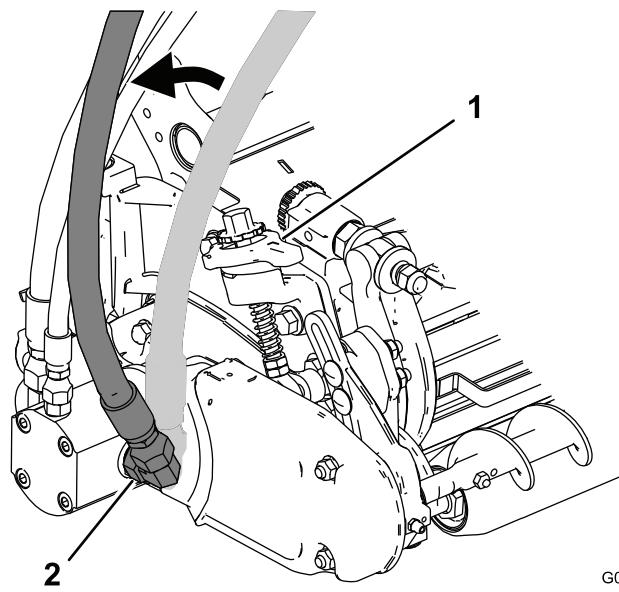

Figura 17
1. Allentate il dado sul raccordo che collega il flessibile idraulico posteriore al motore di azionamento del cilindro (Figura 17).